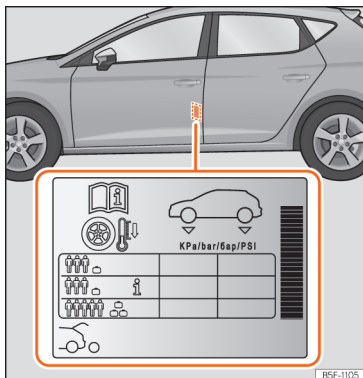

Abb. 323 Einbauort des Aufklebers für den Reifenfülldruck.
- Passen Sie bei größerer Zuladung den Reifenfülldruck entsprechend an » **Abb. 323**.
Die Angaben zum Reifenfülldruck befinden sich auf einem Aufkleber an der B-Säule der Fahrertür » **Abb. 323**.
Je nach Fahrzeug kann der Reifenfülldruck auf halbe Last eingestellt werden, um den Fahrkomfort zu verbessern (Reifenfülldruck **i** » **Abb. 323**). Beim Fahren mit Komfort-Reifenfülldruck kann sich der Kraftstoffverbrauch leicht erhöhen.
Der Reifenfülldruck muss der aktuellen Fahrzeugbelastung angepasst werden. Wenn das Fahrzeug voll beladen werden soll, muss der Reifenfülldruck entsprechend dem auf dem Reifenfülldruck-Aufkleber » **Abb. 323** angegebenen maximalen Wert erhöht werden.
Füllen Sie bei einem minimierten Notrad (125/70 R16 oder 125/70 R18) auf einen Druck von 4,2 bar, gemäß Angabe auf dem Aufkleber mit den Reifenfülldruckwerten » **Abb. 323**.
- Der Fahrer ist verantwortlich für den richtigen Reifenfülldruck an allen Reifen am Fahrzeug. Der empfohlene Reifenfülldruck befindet sich auf einem Aufkleber » Abb. 323.
- Immer den richtigen Reifenfülldruck am kalten Reifen einhalten, wie auf dem Aufkleber angegeben » Abb. 323.